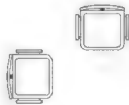

图 4-32
**步骤5:** 在命令行窗口中输入旋转的角度值 “-90”, 按 Enter 键结束旋转操作, 最终效果如图 4-32 所示。